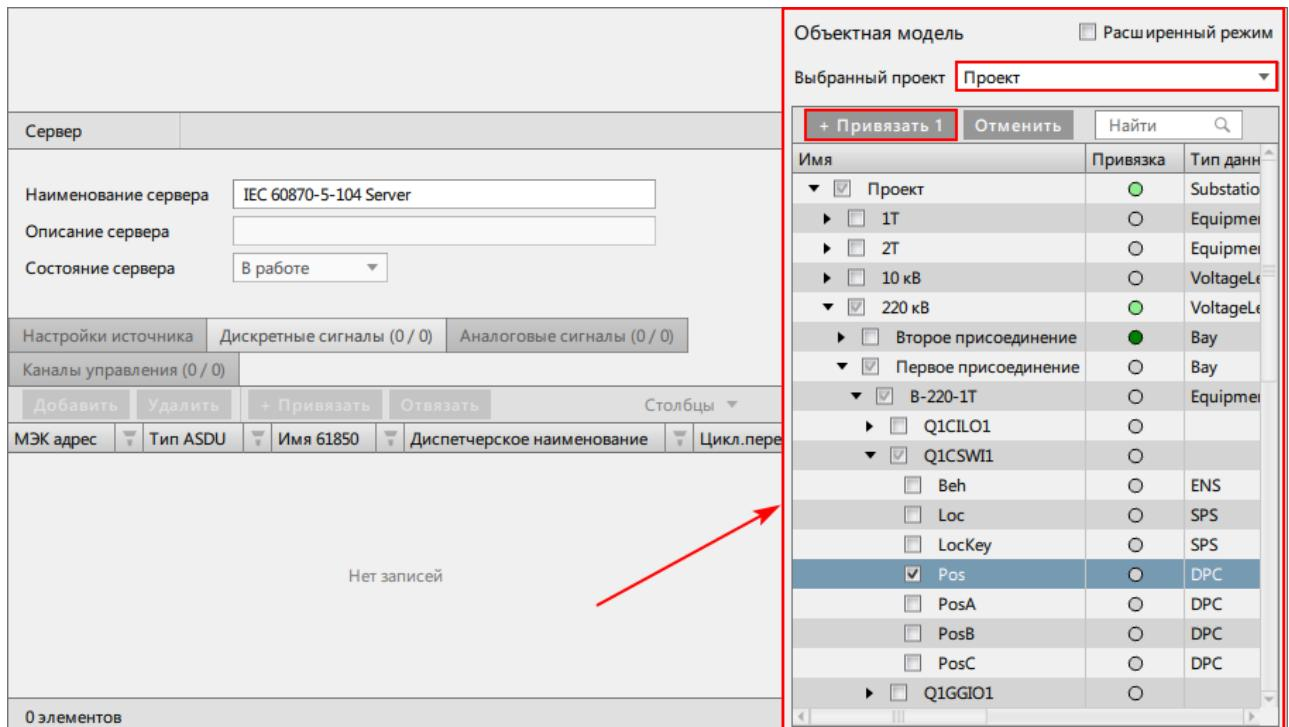

Рисунок 191 - Объектная модель
8. Нажмите **+ Привязать** (Рисунок 191).